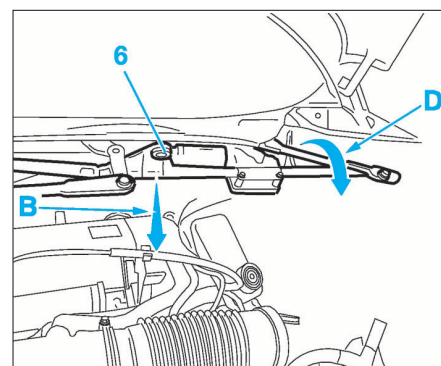

FIG. 17
- Appuyer en (B) et soulever en (C) afin de passer le mécanisme par dessus la fixation (5) de l'amortisseur gauche.
- Appuyer de nouveau en (B) et faire pivoter le mécanisme vers l'avant (D) afin de faire passer la chape (6) du mécanisme sous le pare-brise (Fig.17).